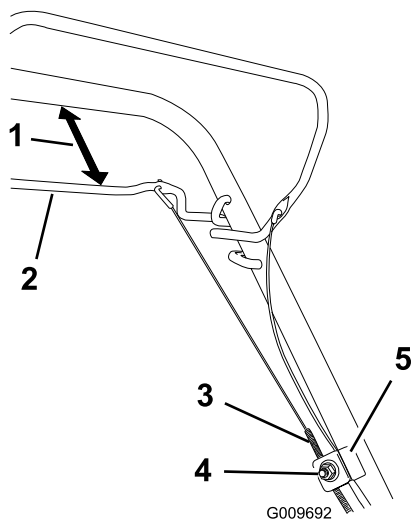

Figura 48
1. Allentare il dado del supporto cavo (Figura 48).
- Mantenete la barra della trazione automatica a una distanza compresa tra 25 e 38 mm dalla stegola (Figura 48).
- Abbassate la guaina del cavo (verso la macchina) fino a tendere il cavo (Figura 48).